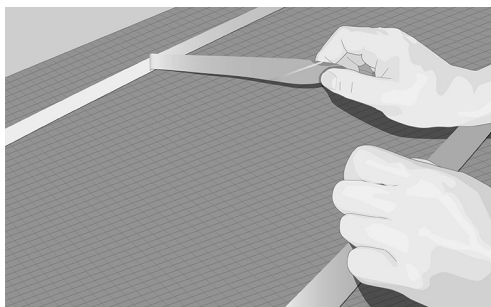

Fig. 10. Udlæg dobbeltklæbende tape og fjern dækpapiret
8. Brug dobbeltklæbende tape, varmelim eller andet egnet produkt for at fastgøre varmekablet til gulvfladen, med 30-40 cm mellemrum så dette er tilstrækkeligt fastgjort (fig. 10).